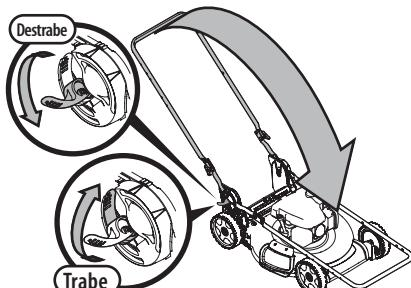

Figura 32
3. Destrabe las dos palancas de liberación de manija. Vea el recuadro de la Figura 32.
4. Pliegue la manija hacia adelante hasta la posición de almacenamiento (Figura 32). No prese los cables del control de la transmisión o de la cuchilla (si se incluyen) mientras baja la manija.
5. Trabe las dos palancas de liberación de la manija (recuadro, Figura 32).
2. Para desplegar la manija, destrabe las dos palancas de liberación de la manija (recuadro, Figura 32) y realice los PASOS 5-8 de MONTAJE, Manija de Almacenamiento Vertical en la página 32.